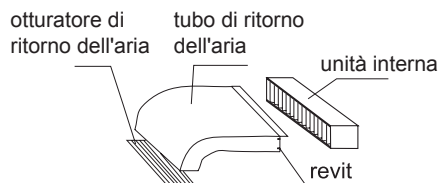

Fig.1
2. Installazione del tubo di ritorno d'aria: Collegare un lato dei tubi di ritorno d'aria alla porta di ritorno delle unità interne con rivetti, collegare l'altro lato all'otturatore di ritorno dell'aria, come mostrato in Fig. 1.